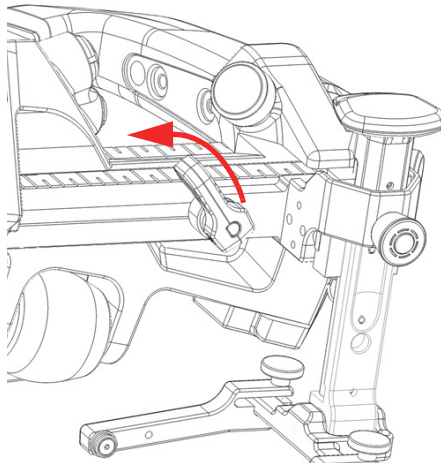

图 2-9 定位杆处于解锁位置
1. 逆时针转动定位杆，解锁探头托架（参见第43页的图 2-9）。